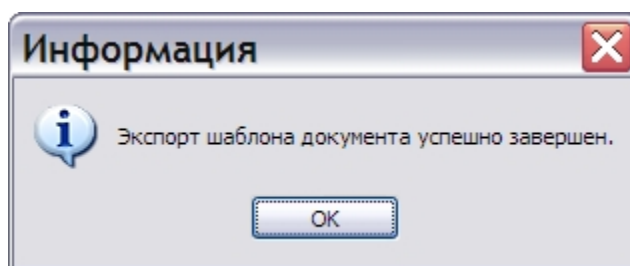

Рис. 3.9
3. Нажмите на кнопку **ОК**. После этого программа произведет экспорт шаблона в указанную папку. В случае успешного экспорта появится сообщение об этом (Рис. 3.9).